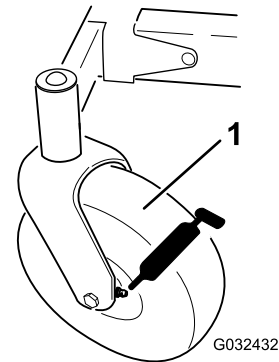

図 33
3. グリスフィッティング 図 33 をウェスできれいに拭く。
4. フィッティングにグリスガンを接続する 図 33。